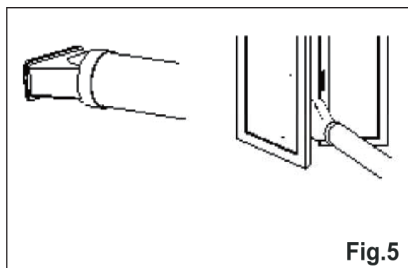

Fig. 5
4. Coloque el adaptador B en la ventana. (Fig. 5)